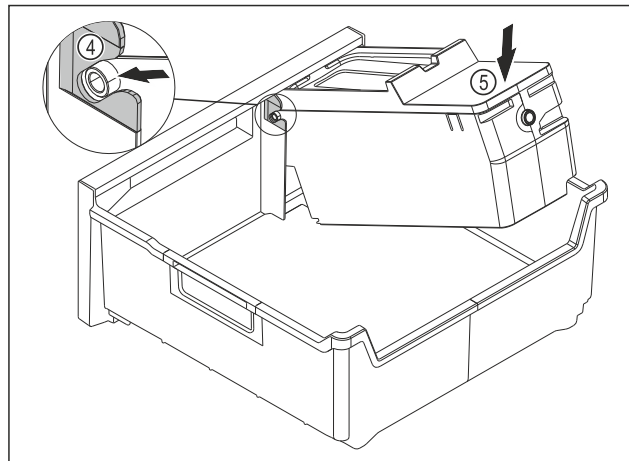

Fig. 147
- Montering af EasyTwist-Ice-legemet: Skub EasyTwist-Ice-legemets akser ind i føringerne Fig. 147 (4).
- Tryk EasyTwist-Ice-legemet Fig. 147 (5) ned bagtil.